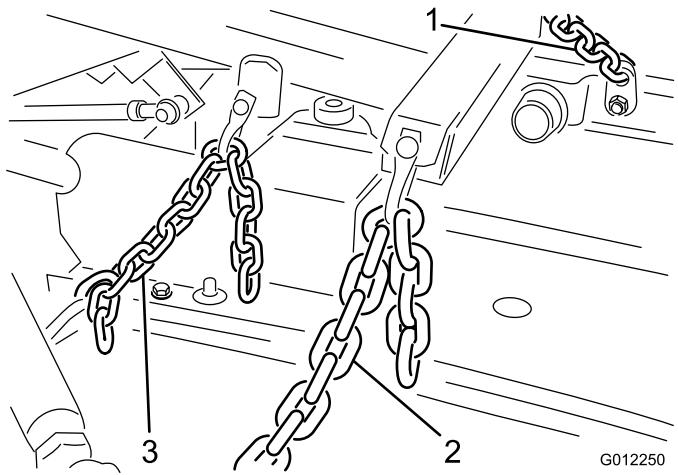

Figura 9
1. Conecte las cadenas de elevación al brazo de elevación y las pletinas de enganche de las cadenas de la unidad de corte con 6 grilletes, pasadores (3/8 x 1-1/2 pulgadas) y chavetas (1/8 x 3/4 pulgada) (Figura 9). Para asegurarse de que la unidad de corte se eleva correctamente, sujetela las cadenas a los eslabones siguientes: